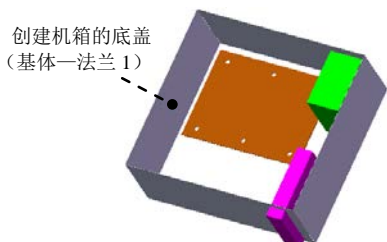

图 17.4.9 创建机箱底盖
Step3. 创建图 17.4.9 所示的基体—法兰 1。
(1) 选择命令。选择下拉菜单 **插入(I)** → **钣金(H)** → **基体法兰(A)...** 命令。
(2) 定义特征的横断面草图。选取上步绘制的草图作为横断面草图。在草图工具栏中单击  命令，退出草图环境，此时系统弹出“基体法兰”对话框。
(3) 定义拉伸深度属性。采用系统默认的深度方向。在“基体法兰”对话框的 **钣金参数(S)** 区域中，输入厚度值 0.5。在 **折弯系数(A)** 区域中的下拉列表中选择 **k 因子** 选项，并在其文本框中输入 0.4。
(4) 单击  按钮，完成基体—法兰 1 的创建。